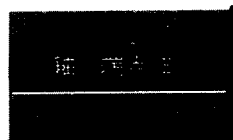

图 1-19 绘制椭圆的方法
(1) 在【绘图】菜单下选择“椭圆”子菜单。在“椭圆”子菜单的下一级菜单中选择“中心点”，启动绘制椭圆的命令。通过指定椭圆的中心点坐标、一个端点坐标和另一条轴的长度来绘制椭圆。“椭圆”子菜单的下一级菜单如图 1-19 所示。
(2) 按照系统的提示，依次给出中心点 (180, -250)，轴的端点 (250, -250)，以及另一条轴的长度 50。